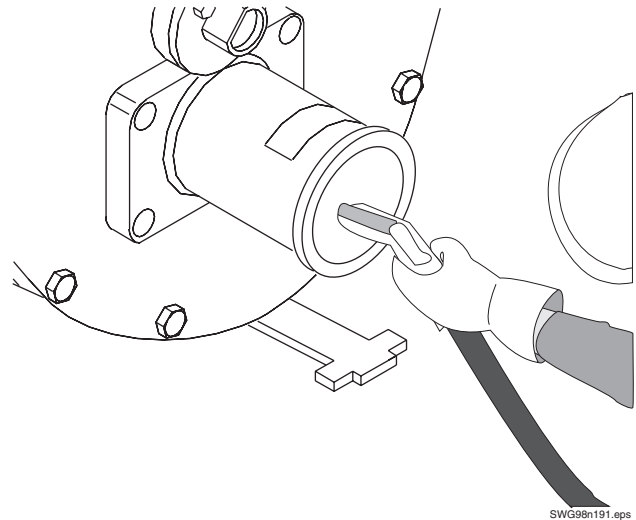

Figura 28
- Rocíe agua en la abertura, lavando el extremo del ariete de caucho, el cilindro de material, la válvula oscilante y el tubo de salida (Figura 28). Continúe lavando hasta que el agua que sale de la válvula esté transparente y limpia. Inspeccione visualmente que no hayan quedado piedras, arena o terrones de concreto. Si todavía queda material dentro de la válvula, siga rociando agua.